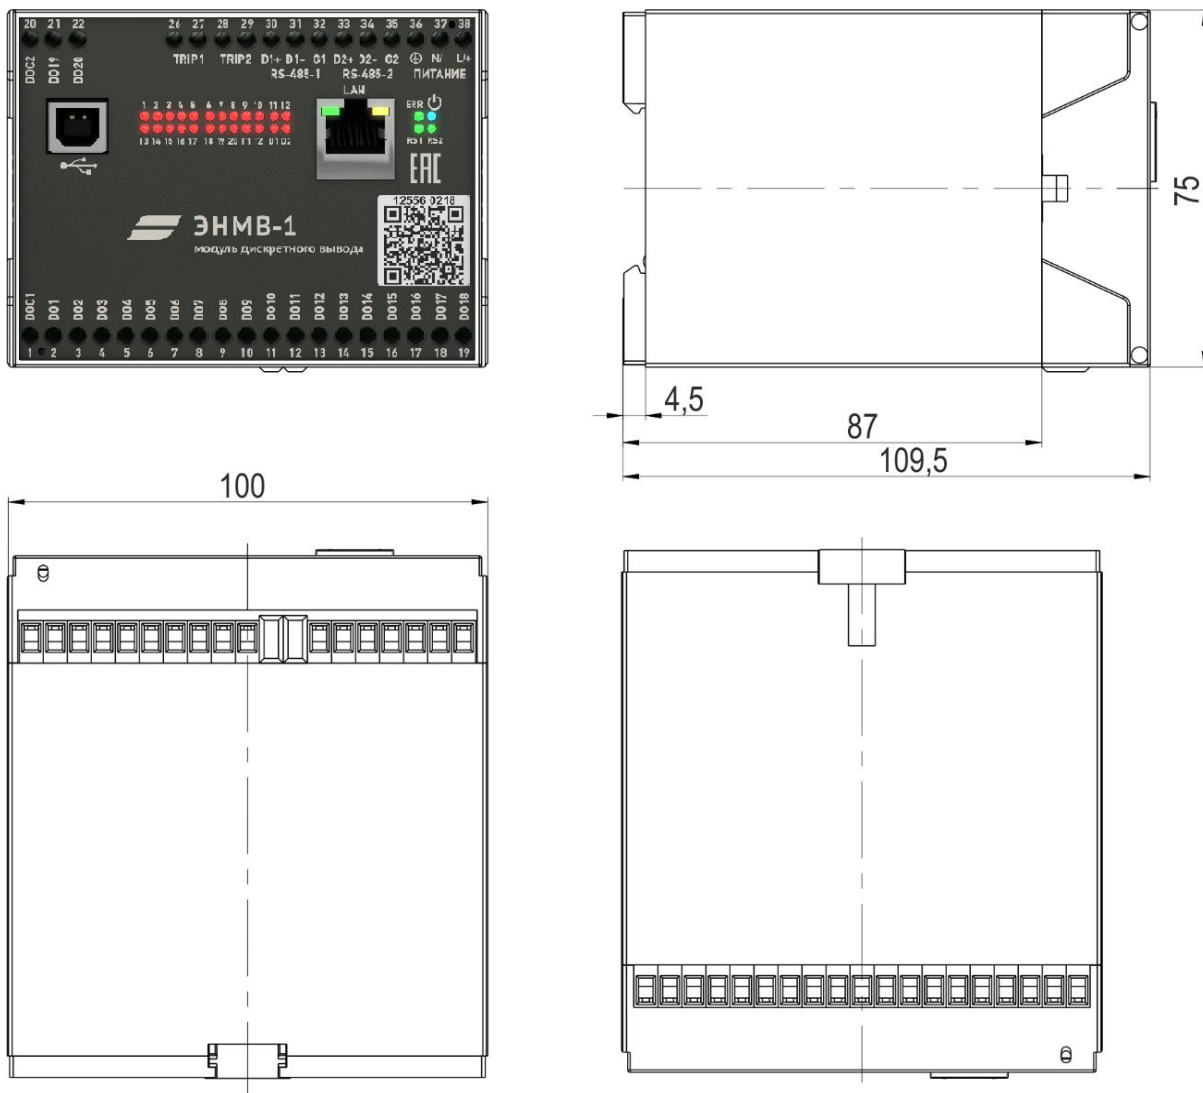

Рисунок 1.11. Габаритные размеры ЭНМВ-1-24/0..., ЭНМВ-1-0/22..., ЭНМВ-1-0/20..., ЭНМВ-1-16/6..., ЭНМВ-1-16/3R..., ЭНМВ-8X8/0..., ЭНМВ-8P2T/0...
1.3.4 Габаритные размеры ЭНМВ-1-24/0, ЭНМВ-1-0/22, ЭНМВ-1-0/20, ЭНМВ-1-16/6, ЭНМВ-1-16/3R и ЭНМВ-1-8X8/0 приведены на рис. 1.11.